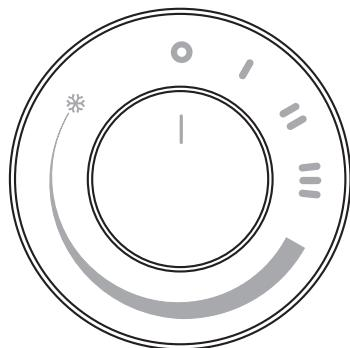

fig. 1
- Assicurarsi che il riferimento " I " sulla manopola sia allineato al simbolo " o " sul pannello comandi (fig.1).
- *Ensure that reference mark " I " on the knob is aligned with the " o " symbol on the control panel (fig. 1).*
- S'assurer que la référence " I " sur la poignée soit alignée au symbole " o " du tableau de commande (fig. 1).